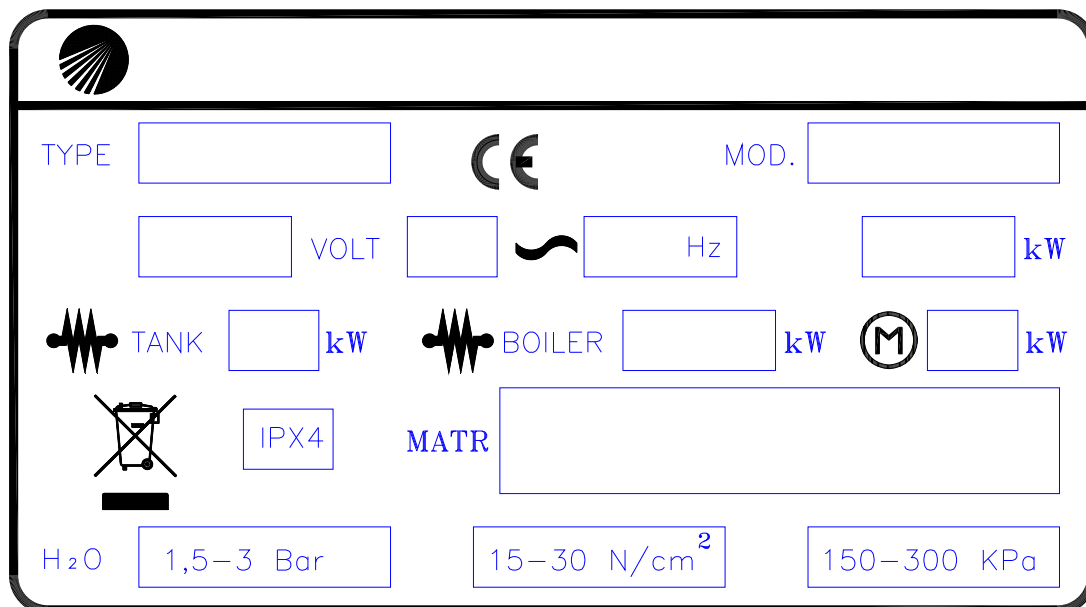

Рис. 1-1
- На правой панели машины расположена табличка с техническими характеристиками (Рис. 1-1). Она содержит всю необходимую информацию для установки прибора.
- The specifications tag (Fig. 1-1) is placed on the right-hand panel of the machine. It contains all the necessary data to install the appliance.
- Das Maschinenschild (Bild. 1-1) befindet sich an der Rechtseite des Gerätes. Es enthält alle für die Aufstellung notwendigen Daten.
- La plaquette (Fig. 1-1) comportant les caractéristiques de l'appareil est placée sur le côté droit. Elle indique toutes les données nécessaires à la mise en place de la machine.
- La placa de características (Fig. 1-1) está ubicada en el flanco derecho de la máquina. Contiene todos los datos necesarios para la instalación.
- A etiqueta com os dados técnicos (Fig. 1-1) está localizada na lateral direita da maquina. Tal etiqueta contém todos os dados necessários para a instalação.
- Het typeplaatje (Afb. 1-1) bevindt zich aan de rechterkant van de machine. Hier staan alle gegevens op die benodigd zijn voor de installatie.